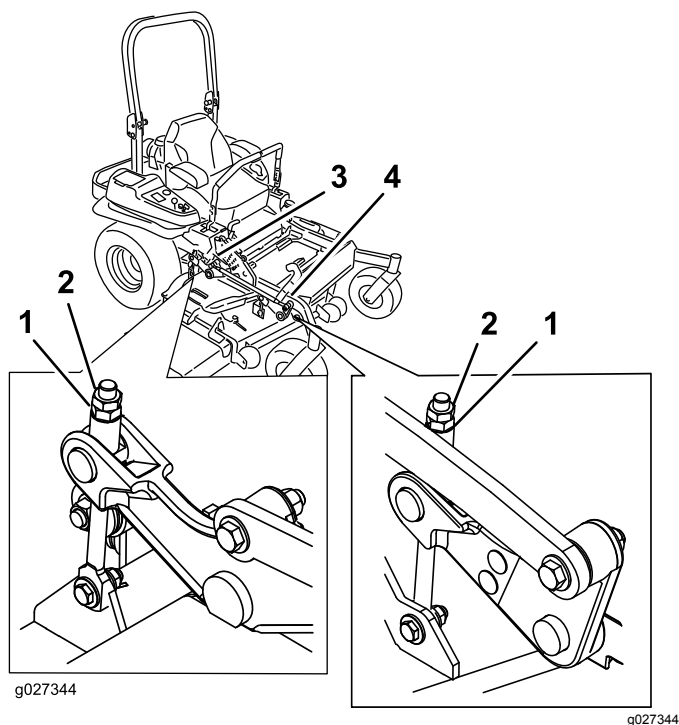

Figure 93
10. Ajustez précisément le serrage de l'écrou de réglage sur l'ensemble de levage du tablier avant (Figure 93).